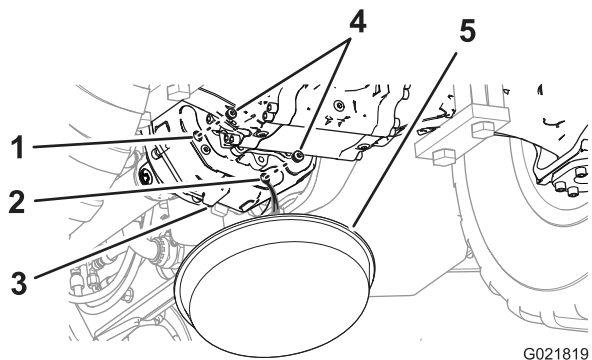

Figure 74
- Placez un bac de vidange sous la partie arrière du carter de transmission (Figure 74).
- Enlevez les bouchons l'orifice de contrôle et de l'orifice de vidange du carter de transmission (Figure 74).